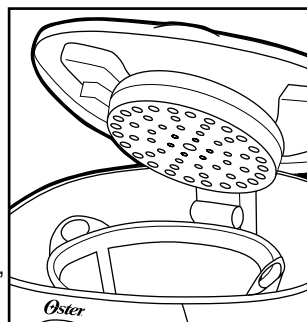

Figura 5
2. Coloque o filtro permanente Oster®, ou caso preferir, coloque um filtro de papel do tipo cesta para 10 xícaras dentro do suporte removível do filtro (Figura 5).